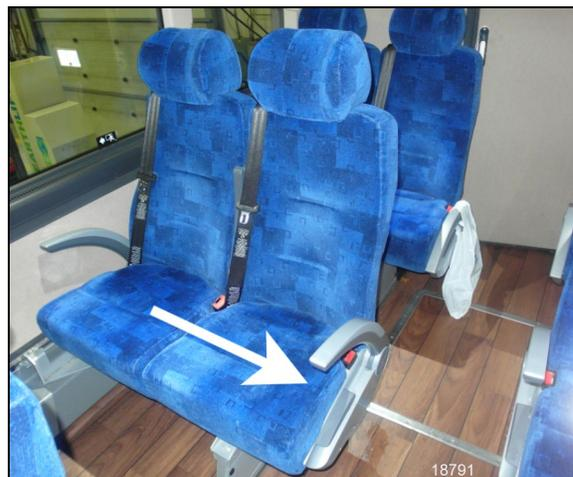

FIGURE 84: TIRER POUR DÉBLOQUER LA ROTATION
2. Tirer les sièges vers l'allée centrale pour libérer la rotation (Figure 84).